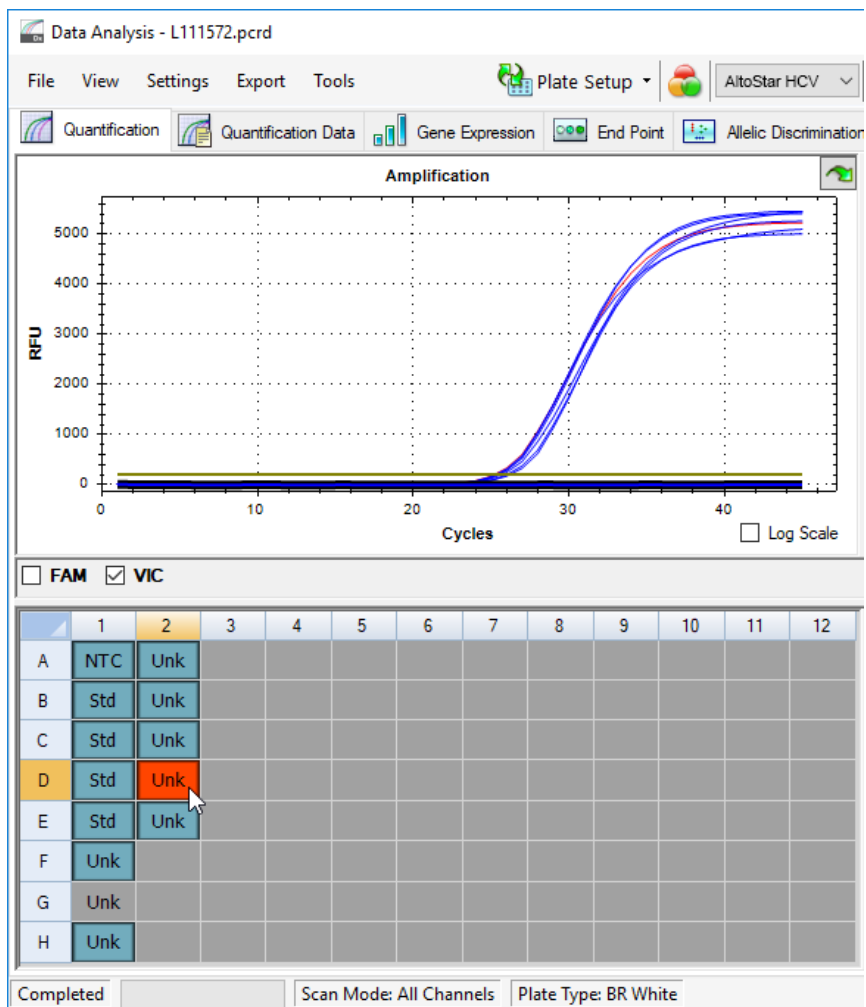
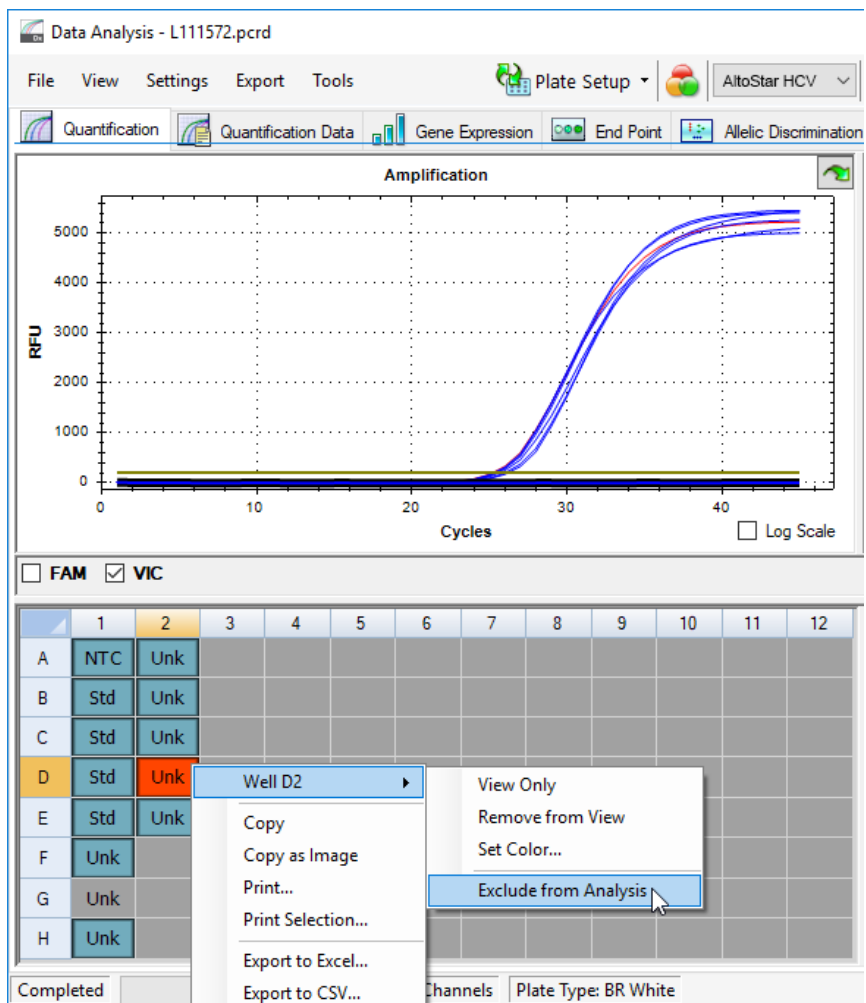

Figura 40: Ventana Data Analysis (análisis de datos): pocillo no válido
Figura 41: Ventana Data Analysis (análisis de datos): exclusión de un pocillo no válido del análisis
3. Haga clic en cada pocillo que contenga datos no válidos conforme a los capítulos que van desde el 10.21.4.1 Validez de una serie PCR de diagnóstico hasta el 10.21.4.2 Validez de los resultados para una muestra con el botón derecho del ratón y seleccione **Well... → Exclude from Analysis** (pocillo... → excluir del análisis) (consulte la Figura 40 y la Figura 41).